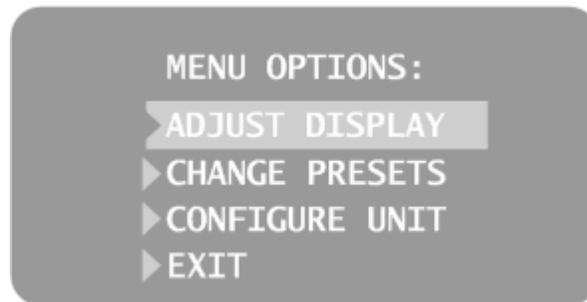
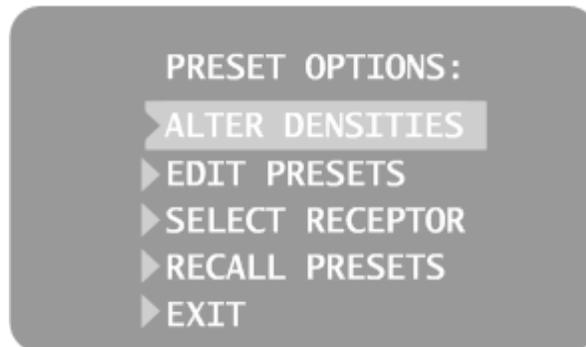
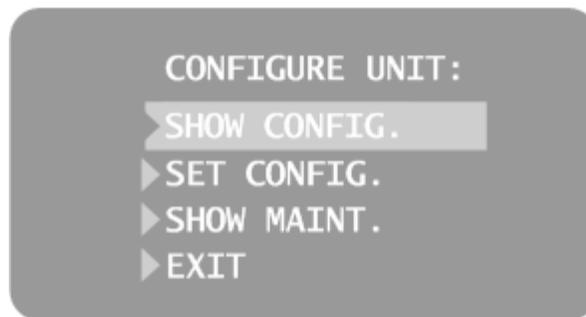
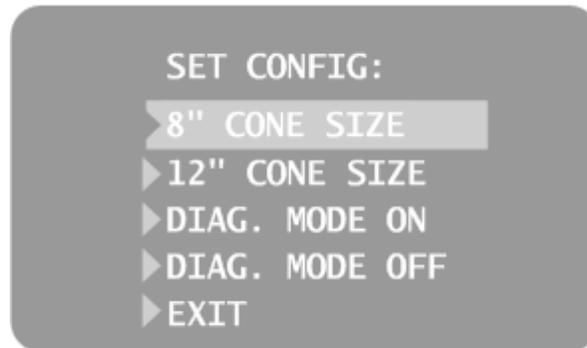

Figura 49
Figura 51
Figura 52
Figura 53
1. Para entrar en el modo de configuración del sistema, presionar los botones de selección 'Selección de diente' y 'Tamaño del paciente' del panel del operador en forma simultánea durante 5 segundos. La pantalla muestra el menú principal de configuración del sistema, como se muestra en la *Figura 49*, y el indicador 'Preparado' parpadea.
1. En el menú principal de configuración del sistema, *Figura 49*, seleccionar “ADJUST DISPLAY” (ajuste de pantalla). El menú de opciones de pantalla se muestra en la *Figura 50*.
<p>Visualización del menú de cambio de preselecciones</p>	<ol style="list-style-type: none"> 1. En el menú principal de configuración del sistema, Figura 49, seleccionar “CHANGE PRESETS” (cambio de preselecciones). Aparecerá el menú “PRESET OPTIONS” (opciones de preselección), que se muestra en la Figura 51. 2. Al seleccionar “EXIT” (salir), la pantalla vuelve al menú principal de configuración del sistema.
1. En el menú principal de configuración del sistema, *Figura 49*, seleccionar “CONFIGURE UNIT” (configuración de la unidad). Se mostrará el menú de configuración de la *Figura 52*.
Al seleccionar "SET CONFIG." (ajuste de la configuración) en el menú de configuración, *Figura 52*, se visualiza el menú de ajuste de la configuración (*Figura 53*) con opciones para cambiar el tamaño del cono. El sistema de rayos X dental Preva está ajustado en fábrica para su utilización con el cono estándar suministrado de 20 cm (8"). También está disponible el cono de 30 cm (12") (30-A2033). La utilización del cono más largo requiere tiempos de exposición mayores, que el Preva selecciona de modo automático cuando se cambia el tamaño del cono (CONE SIZE) en el menú de ajuste de la configuración.
1. En el menú principal de configuración del sistema, *Figura 49*, seleccionar "CONFIGURE UNIT" (configuración de la unidad). Se mostrará el menú de configuración de la *Figura 52*.
2. Seleccionar "SET CONFIG." (Ajuste de la configuración). Se verá el menú de ajuste de la configuración, que se muestra en la *Figura 53*.
<p>Calibración de kV</p>	<p>Los dispositivos con revisión del firmware 5.0 o inferior necesitarán la calibración de la corriente del tubo. Por favor, ponerse en contacto con Midmark en los teléfonos indicados en el manual para obtener instrucciones de calibración.</p> <p>Ocasionalmente, puede ser necesario calibrar el kilovoltaje (kV). Los niveles aproximados de mA y kV pueden observarse usando el modo de diagnóstico del sistema Preva. Si el kV necesita calibración, seguir los siguientes pasos:</p> <ol style="list-style-type: none"> 1. Conectar la alimentación eléctrica del sistema. 2. Presionar y mantener presionados los botones de selección 'Selección de diente' y 'Tamaño del paciente' durante cinco segundos. 3. Seleccionar la opción "SET CONFIG" (ajuste de la configuración). Se verá el menú de ajuste de la configuración, Figura 53. 4. Presionar la flecha hacia abajo para resaltar la opción "DIAGNOSTIC MODE ON" y presionar "Entrar". Se verá el menú "CONFIGURE UNIT" (configuración de la unidad), Figura 52. 5. Presionar la flecha hacia abajo para resaltar la opción "EXIT" (salir) y presionar "Entrar". Esto muestra la pantalla de opciones de menú, Figura 49. 6. Presionar la flecha hacia abajo para resaltar la opción "EXIT" (salir) y presionar "Entrar". Esto regresa la pantalla al modo de funcionamiento. 7. Presionar "Entrar" para seleccionar el kV que se va a ajustar. 8. Presionar "Entrar" para resaltar el tiempo que se va a ajustar. 9. Seguir los procedimientos normales de protección radiológica al prepararse para los siguientes pasos: 10. Realizar una exposición. 11. Observar los valores informativos.
<p>Desactivación de la sesión de calibración</p>	<p>Una vez completada, es necesario desactivar la sesión de calibración.</p> <ol style="list-style-type: none"> 1. Presionar y mantener presionados los botones de selección 'Selección de diente' y 'Tamaño del paciente' durante cinco segundos. Aparecerá la pantalla de opciones de menú, Figura 49. 2. Presionar la flecha hacia abajo para resaltar la opción "CONFIGURE UNIT" (configuración de la unidad) y presionar "Entrar". Se verá el menú "CONFIGURE UNIT" (configuración de la unidad), Figura 52. 3. Presionar la flecha hacia abajo para resaltar la opción "Set configuration" y presionar "Entrar". Se verá el menú de ajuste de la configuración, Figura 53. 4. Presionar la flecha hacia abajo para resaltar la opción "DIAGNOSTIC MODE OFF" y presionar "Entrar". Se verá el menú "CONFIGURE UNIT" (configuración de la unidad). 5. Presionar la flecha hacia abajo para resaltar la opción "EXIT" (salir) y presionar "Entrar". Esto muestra la pantalla de opciones de menú. 6. Presionar la flecha hacia abajo para resaltar la opción "EXIT" (salir) y presionar "Entrar". Esto regresa el sistema al modo de funcionamiento.